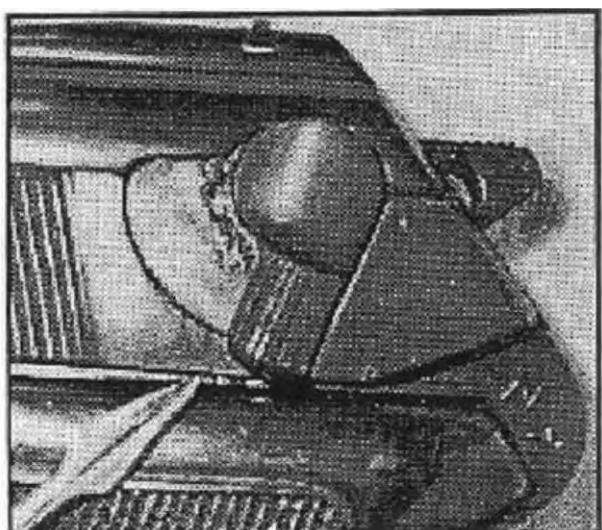

Рисунок 3.3 – Важіль запобіжника у положенні УВІМКНЕНО (спусковий гачок заблокований, ударник заблокований)
- 10) тримаючи палець подалі від спускового гачка, направте пістолет у безпечному напрямку та ввімкніть запобіжник (рисунок 3.3), опускаючи курок, фіксуючи ударник на місці та блокуючи ударник від удара курка;